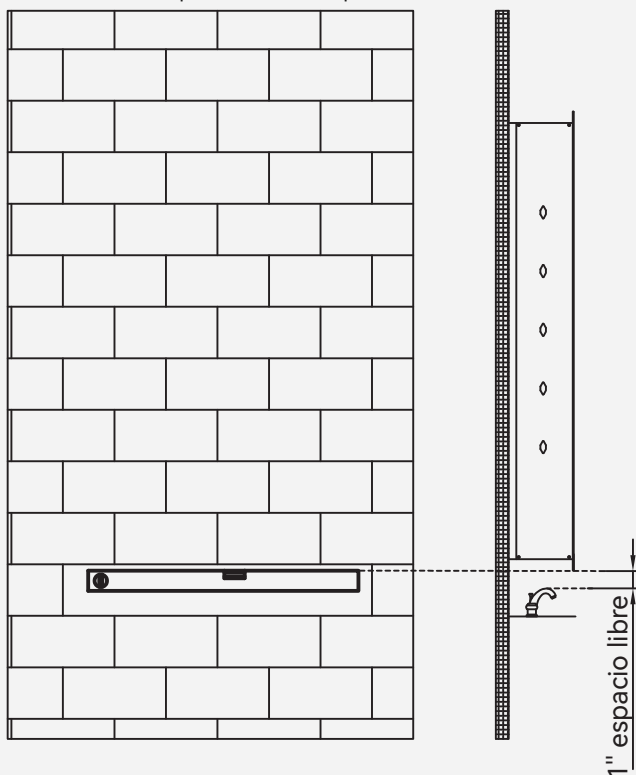

Fig 6
1. Establezca la altura precisa y dibuje una línea horizontal nivelada (Fig 6).